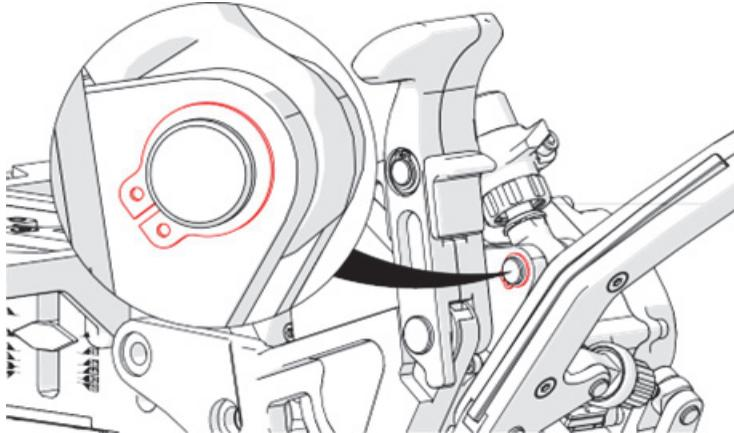

Figure 2-25 Retrait de l'anneau de retenue
4. Retirez l'anneau de retenue de la base du cylindre de tension de la roue (Figure 2-25 à la page 109).